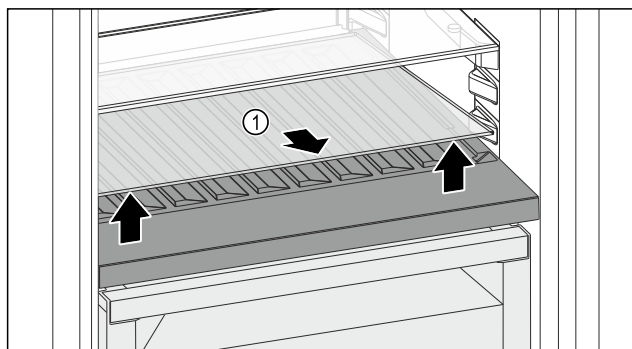

Fig. 203
- Paceliet stikla plaukta Fig. 203 (1) priekšpusi aiz padziļinājuma un izņemiet ārā.
- Droši uzglabāiet stikla plauktu Fig. 203 (1) ārpus ierīces.
- Ievietojiet stikla plauktu (2) zem maināmās pudeļu novietnes.